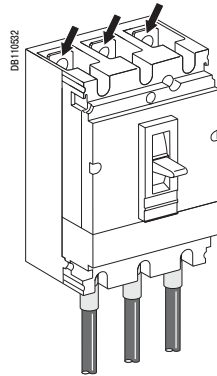

Рис. 10. Подключение силовых кабелей к автоматическим выключателям
- К автоматическому выключателю (рис. 10).